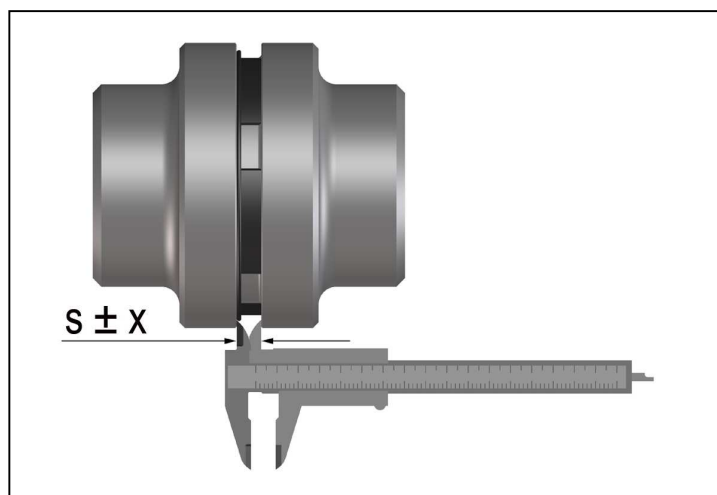

Bild 8
- Messen Sie gemäß Bild 8 das axiale Spaltmaß S.